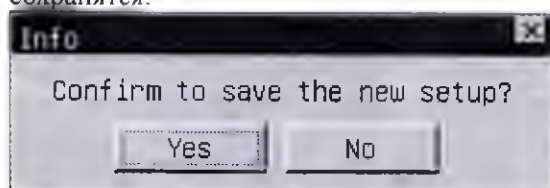

Рис. 3-4 Сохранение диалогового окна.
- 4) Нажмите "Back" после внесения изменений, появится диалоговое окно как показано на Рис. 3-4; нажмите "NO" чтобы удалить изменения, после нажатия "YES" изменённые результаты сохраняются.